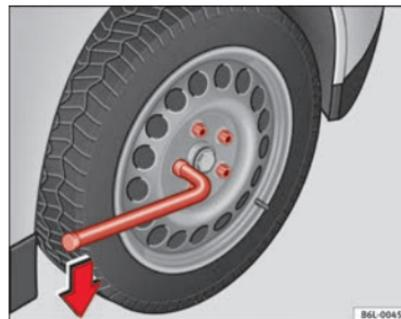

Fig. 137 Changement de roue : dévissez les vis de roue
- Attrapez la clé par l'extrémité et faites-lui faire environ un tour vers la **gauche** ⇒ fig. 137.